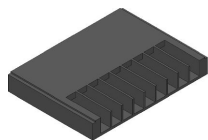

Figure 3. Galette SICMA porte clips 9 voies
- 1 galette SICMA porte clips 9 voies (Figure 3.)